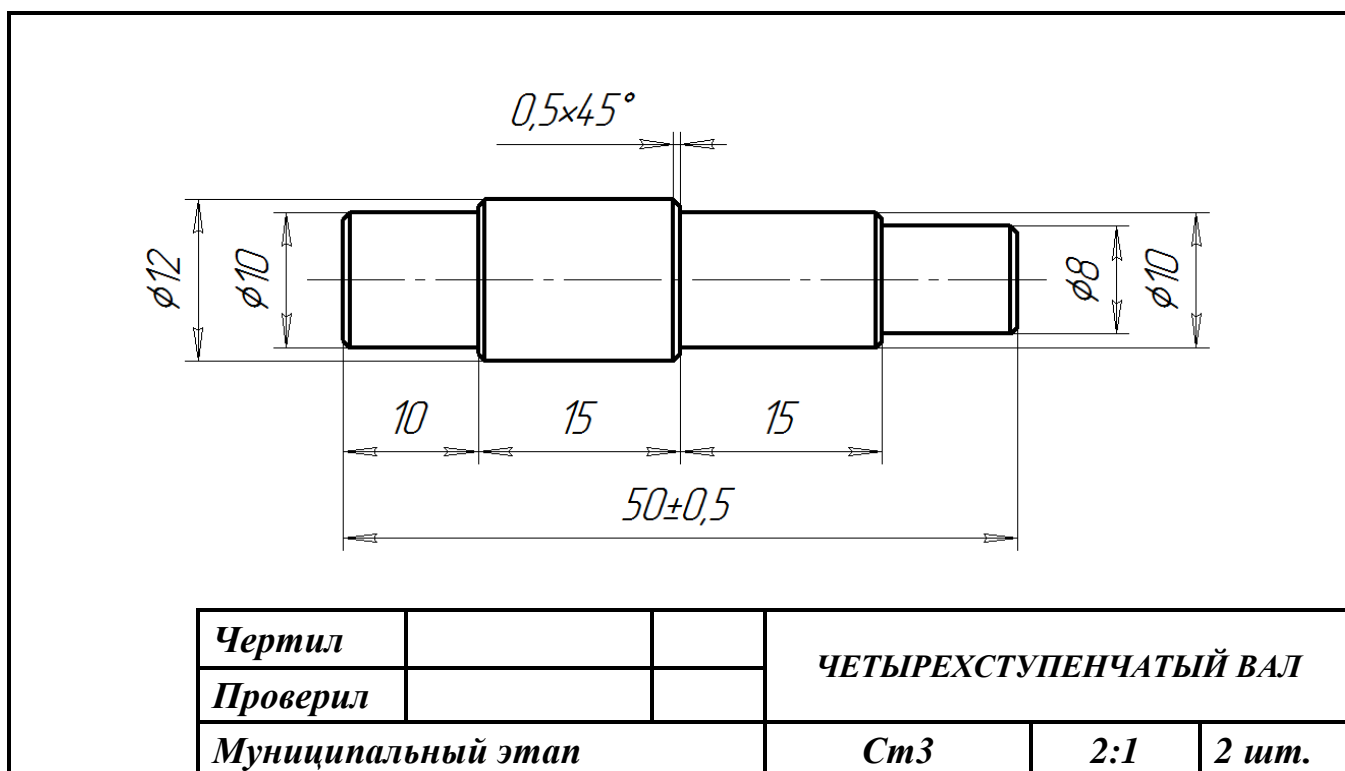

Рис. 1. Чертеж четырехступенчатого вала
1. Предельные отклонения размеров готового изделия по всем размерам не должны превышать $\pm 0,5$ мм (рис. 1).